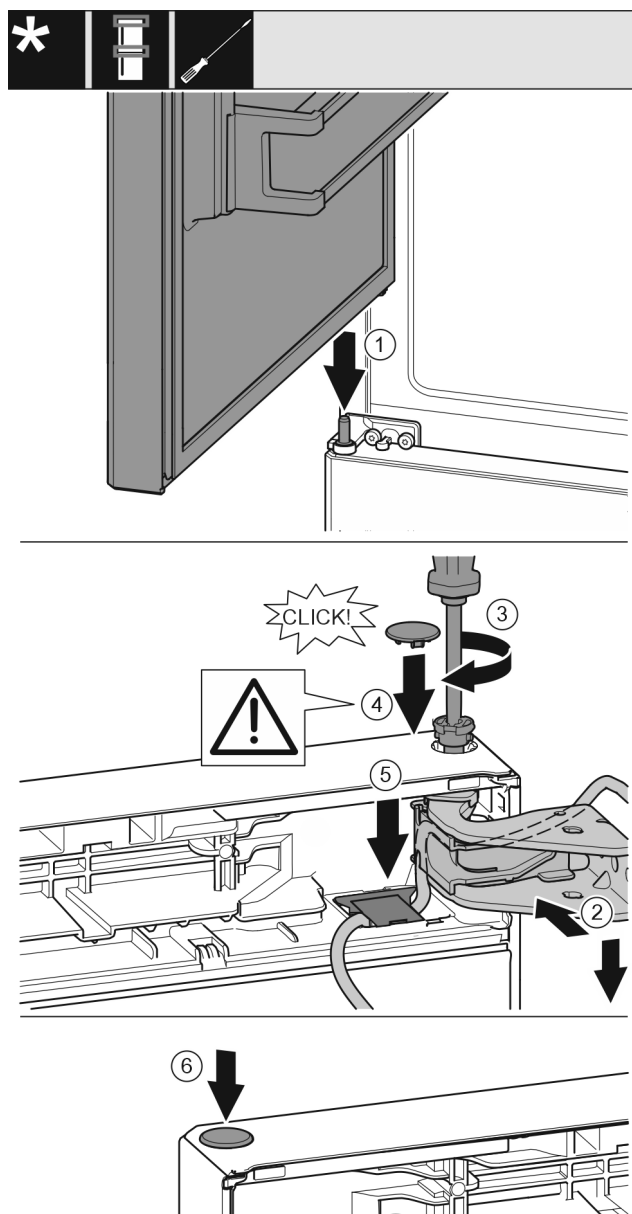

Fig. 44
- Horní dveře usadíte na prostředním ložiskovém čepu Fig. 44 (1).
- Dveře nahoře vyrovnejte s otvorem ve stojanu ložiska. Fig. 44 (2)
- Vložte čep Fig. 44 (3) a pevně jej utáhněte šroubovákem.
- K zajištění dveří namontujte bezpečnostní kryt Fig. 44 (4): Bezpečnostní kryt nasadte a zkontrolujte, zda přiléhá na dveře. V opačném případě čep zcela zasuňte.
- Vložte kryt Fig. 44 (5) a zatlačte jej směrem dolů, dokud nezacvakne.
- Vložte zátku Fig. 44 (6).